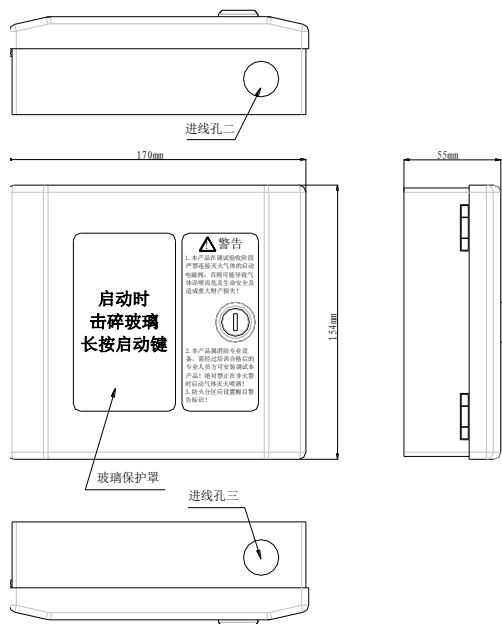
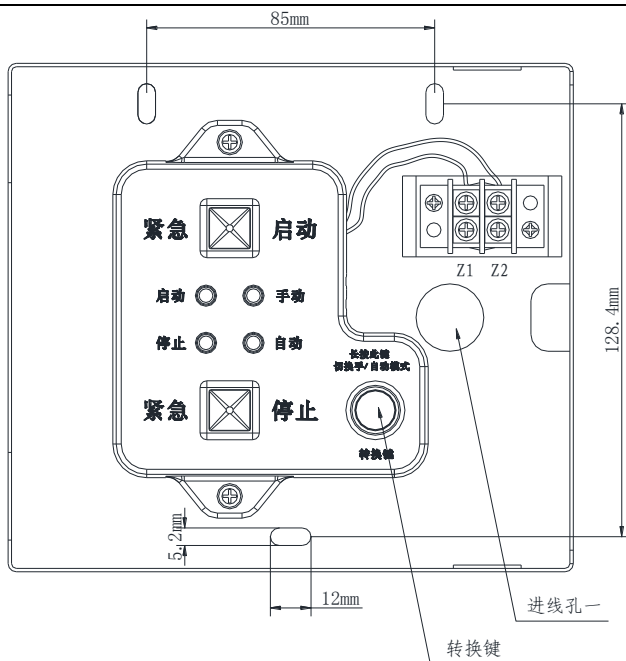

图 1
图 2
- 1、紧急启停按钮的外形示意图如图 1 所示，内部示意图如图 2 所示。
- 2、紧急启停按钮采用壁挂式安装, 安装孔位置和安装孔距如图 2 所示。
- 3、为方便现场安装, 紧急启停按钮提供两种进线方式, 可根据现场具体应用选用合适的进线方式。方式一: 总线从进线孔一进入紧急启停按钮内部 (需将挡片除去), 接到端子 Z1、Z2 上, 如图 2 所示; 方式二: 总线通过进线管从进线孔二或进线孔三进入到紧急启停按钮内部 (需将挡片除去), 连接到 Z1、Z2 上, 如图 1 所示。